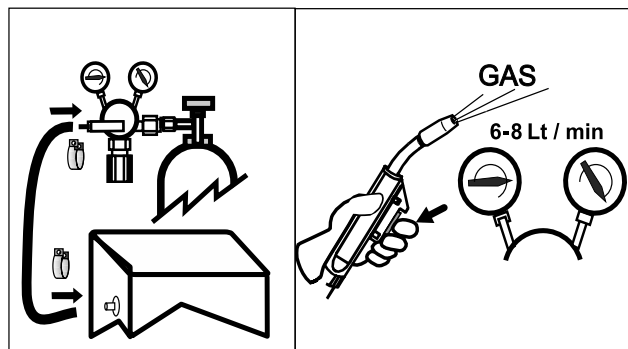

Fig.10
- Maintenir votre tête et votre buste le plus loin possible du circuit de soudure. Ne pas travailler en étant proche de la soudeuse, ou assis près d'elle ou encore en étant appuyé à la soudeuse. Distance minimum: **Fig. 10 Da** = cm 50; **Db** = cm.20.